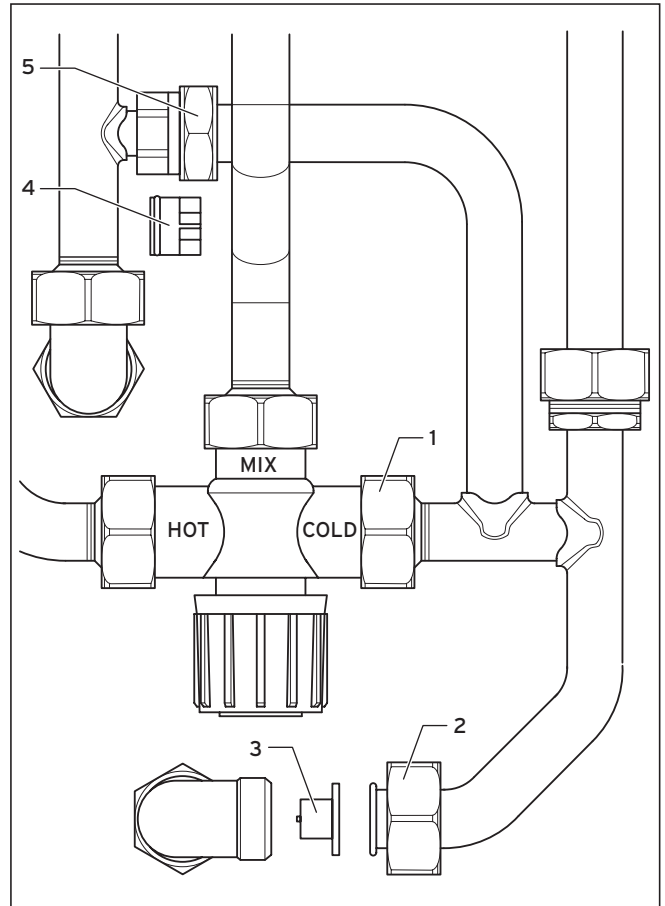

Abb. 9.10 Wasserseitige Rückschlagventile austauschen
- Lösen Sie die Verschraubungen (1), (2) und (5) und entnehmen Sie die Rückschlagventile (4) und (3).
- Montieren Sie die neuen Rückschlagventile. Beachten Sie dabei die in Abbildung 9.10 gezeigte Einbaulage der Ventile.